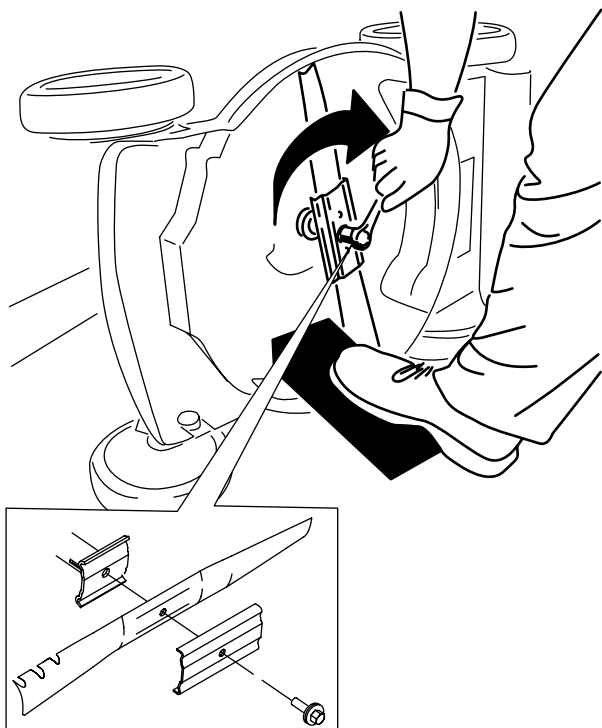

Figura 23
5. Montate la nuova lama usando la bulloneria di montaggio (Figura 23).